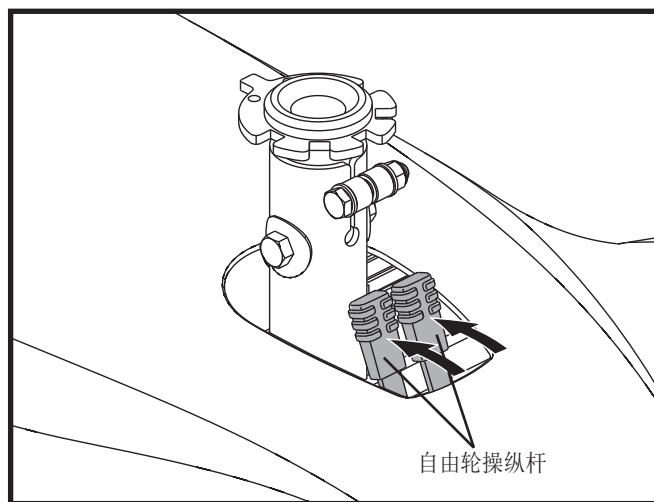

图5 自由轮模式（解除驱动模式）
3. 将两操纵杆向后推向座杆之后解除驱动电动机（使其处于自由滚动模式）。见图5。